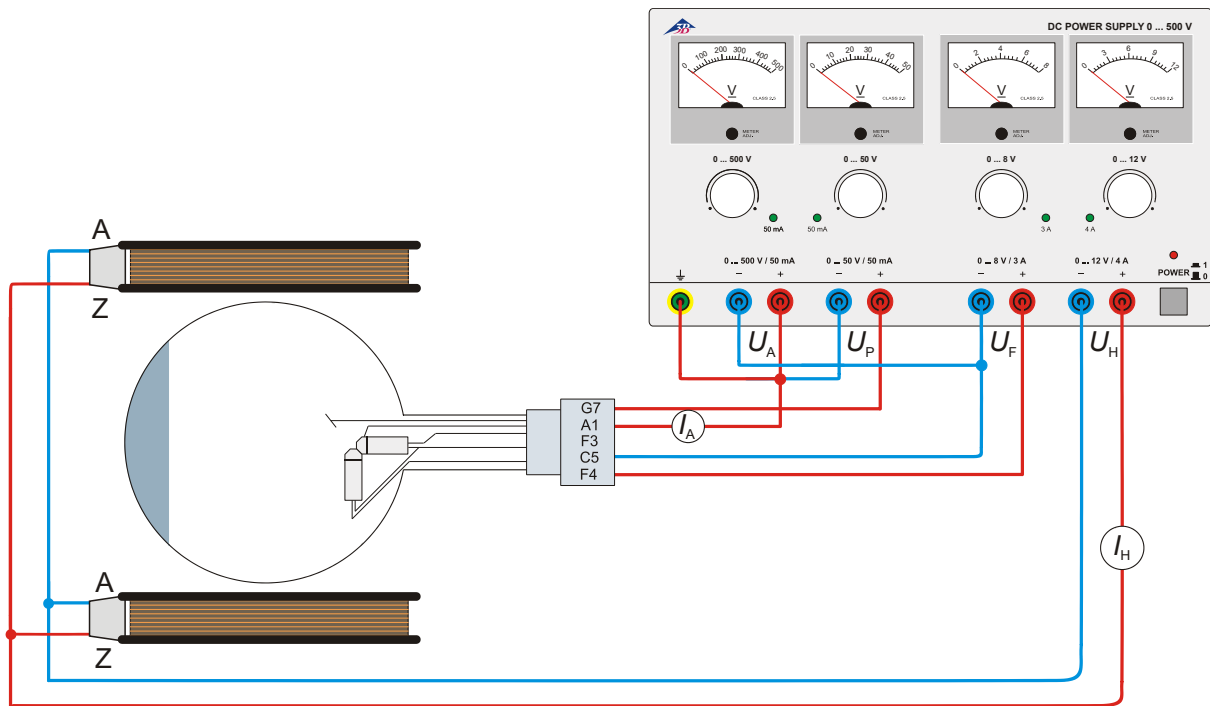

Fig. 4 Determinación de e/m por medio del cañon de electrones transversal
- Realice el cableado del tubo de acuerdo con la Fig. 4.